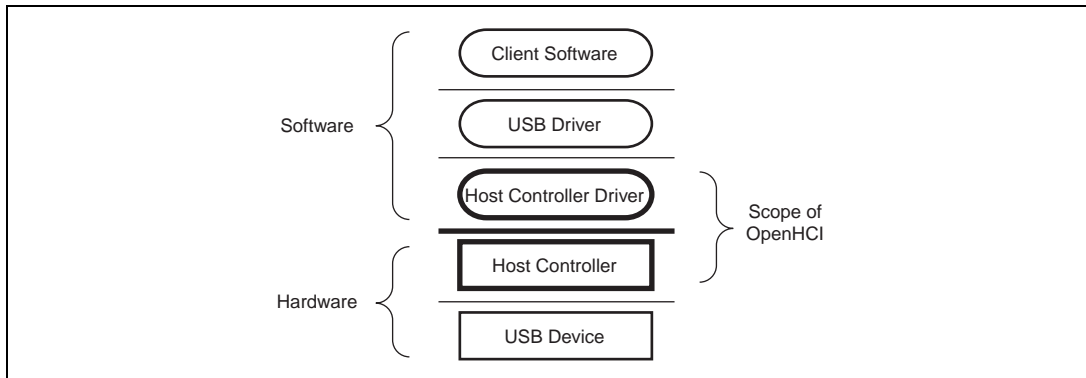

図 2.1 USB Focus Areas
USB ホストのシステムは、図 2.1 のように、USB Device、Host Controller (HC)、Host Controller Driver (HCD)、USB Driver (USBD)、Client Software の階層に分けることができます。